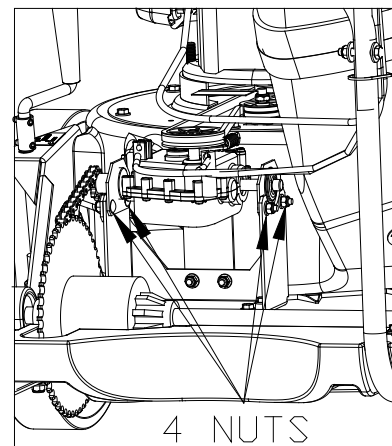

Figura 20
10. Afrouxe as 4 porcas que seguram o suporte do rolamento (Figura 20 da página anterior), gire-o levemente para a frente para apertar a corrente e deslize-o para trás para afrouxá-la. Aperte as 4 porcas novamente e então verifique a deflexão da corrente. Repita este passo, se necessário.